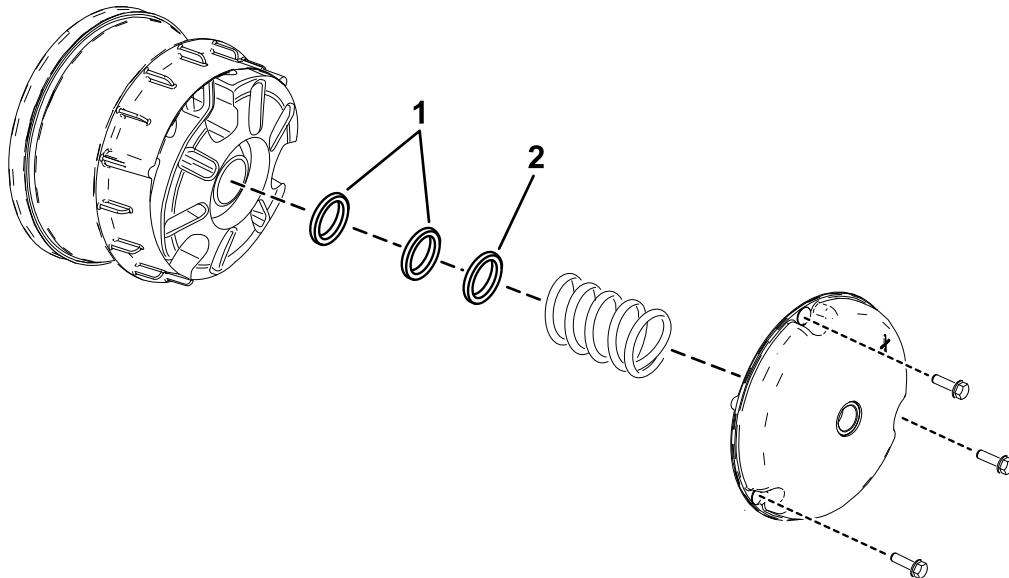

Figure 6
1. Retirez les boulons qui fixent le couvercle de l'embrayage primaire, comme montré à la Figure 6.